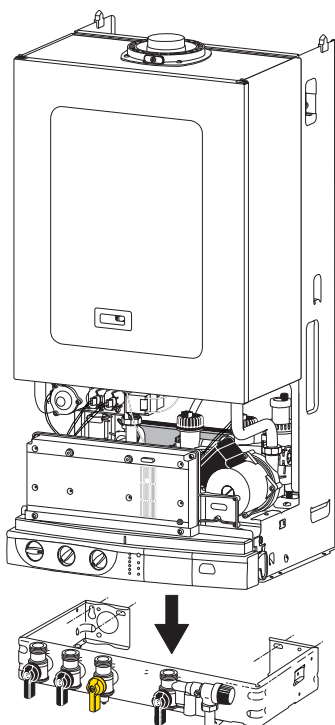

Abb. 8
- den Kessel über die Armaturenhalterung heben und langsam auf die Halterung gleiten lassen (Abb. 8), die Befestigungsseisen sollen verhindern, dass der Apparat kippt.